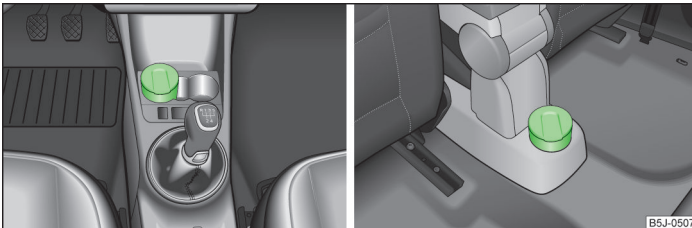

Abb. 58 Mittelkonsole: Aschenbecher vorn / hinten
- Den Aschenbecher  Abb. 58 nach oben herausnehmen.